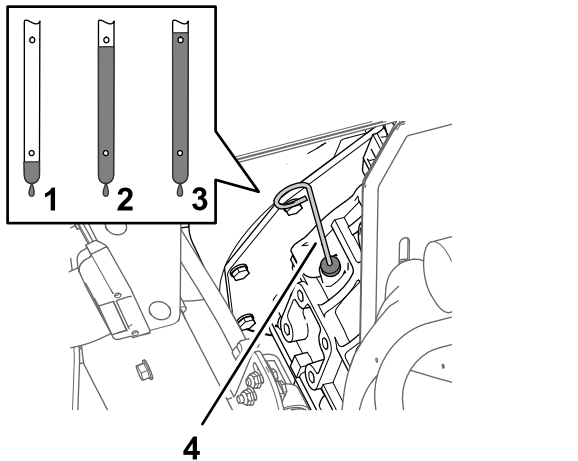

Bild 73
6. Nehmen Sie den Peilstab heraus und lesen den Ölstand im Motor ab (Bild 73).
7. Gießen Sie langsam weiteres Öl der angegebenen Sorte ein, um den Ölstand bis zur Voll-Markierung am Peilstab anzuheben (Bild 73).